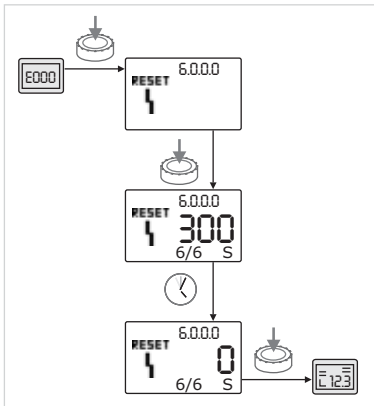

Fig. 45 : Acquittement du type de défaut B (X = Y)
- Si l'occurrence actuelle du défaut est égale à l'occurrence maximale (fig. 45) :